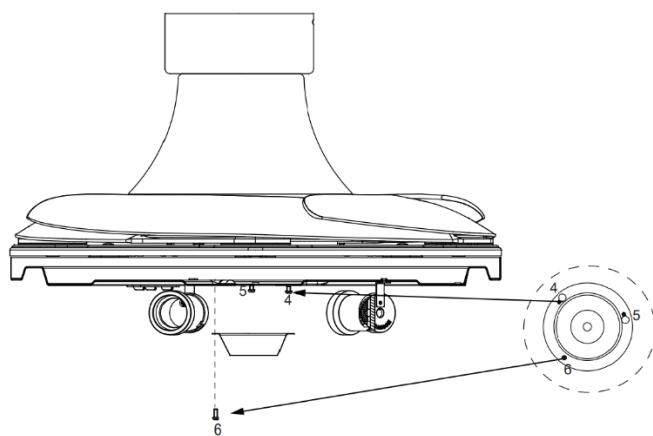

Fig. 10
- Afloje el tornillo (6) de la placa del juego de luces. Alinee los dos tornillos de cabeza ranurada con las ranuras (4) y (5) de la tapa de la placa del juego de luces. (Fig. 10)
- Gire la tapa en sentido antihorario hasta que los tornillos de cabeza ranurada queden bien fijados en el extremo de las ranuras (6).
- Fije el tornillo (6) a la tapa de la placa del juego de luces. Apriete los tres tornillos. No los apriete en exceso.